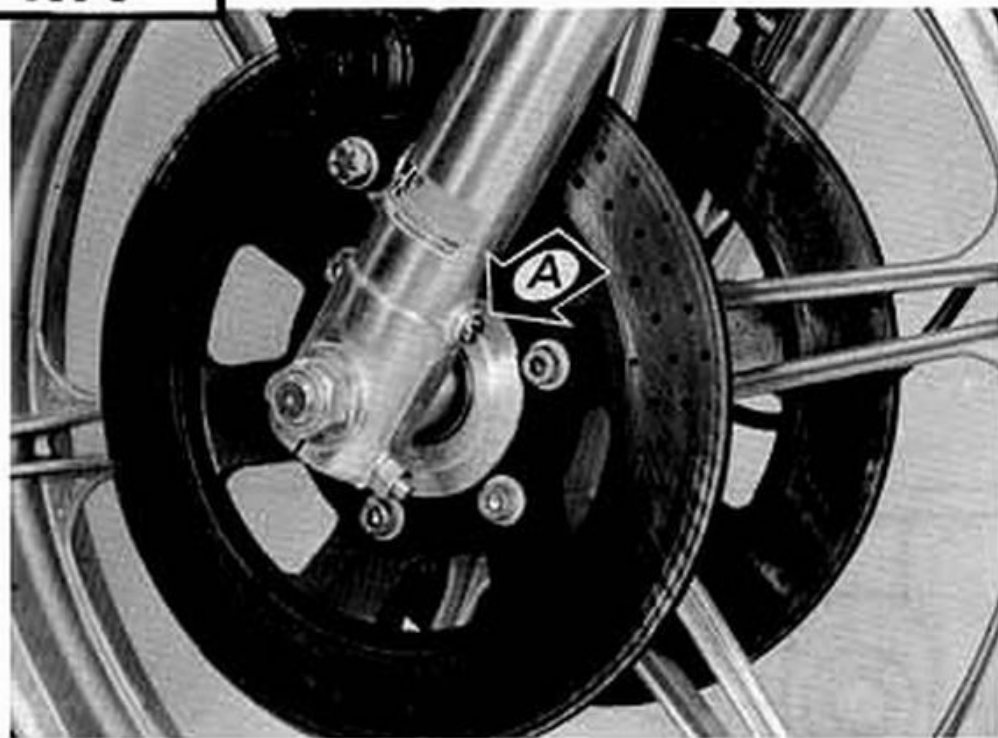

Fig. 121
Per effettuare lo scarico dell'olio, rimuovere il tappo posto alla sommità di ciascuna delle due canne di forcella e la vite di scarico (A), che si trova alla base di ciascun fodero, in prossimità del perno ruota (fig. 121). La sostituzione deve venire effettuata ogni 20.000 Km.
To drain the oil, remove the plug fitted to the top of each fork main tube and the screw (A) provided at the base of each slider, near the wheel spindle (fig. 121).